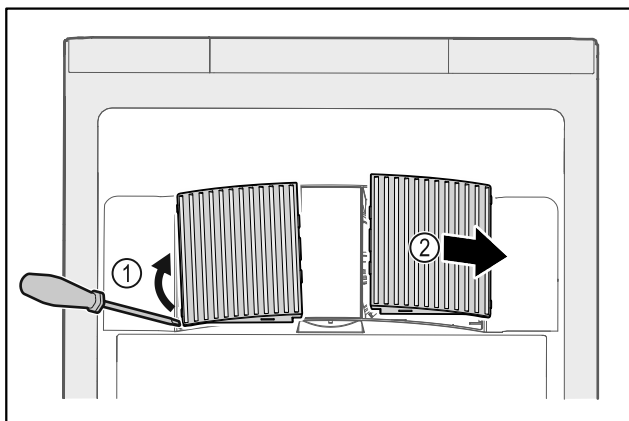

Fig. 175
- ▶ Abrir cuidadosamente las cubiertas del ventilador haciendo palanca por un lado Fig. 175 (1) y retirarlas hacia delante Fig. 175 (2).